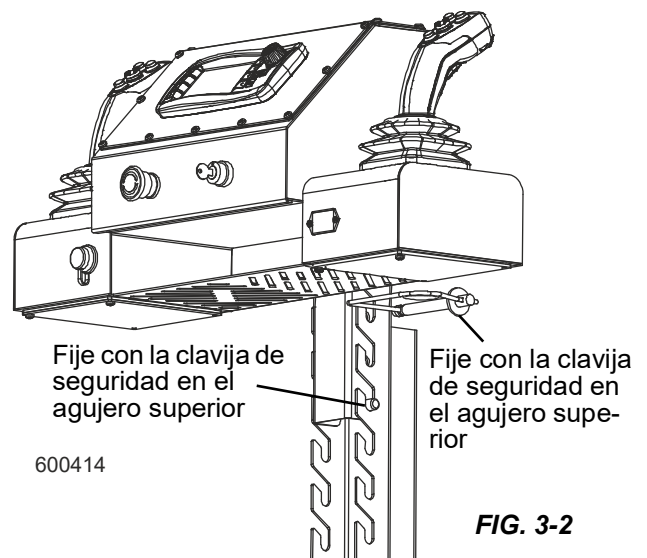

FIG. 3-2
10. Fixez le boîtier de commande au pupitre à l'aide de la goupille de retenue dans le trou le plus haut du support. Voir Figure 3-2.